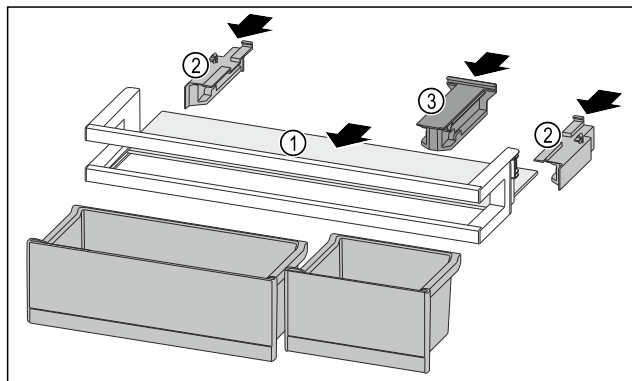

Fig. 189
- Insérer la tablette de rangement Fig. 189 (1) dans les évidements latéraux.
- Installer les parties latérales Fig. 189 (2).
- Installer la pièce de retenue Fig. 189 (3).